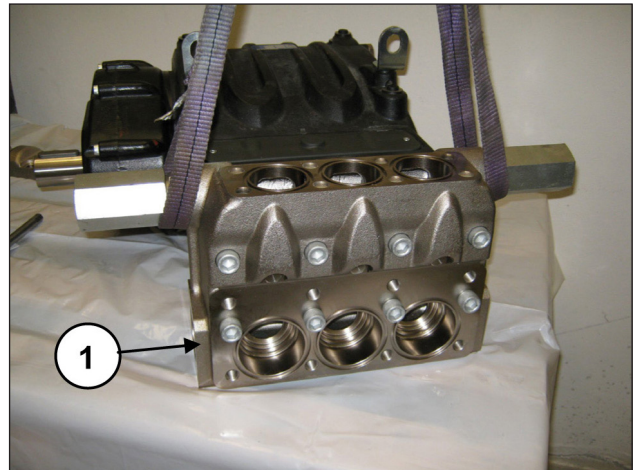
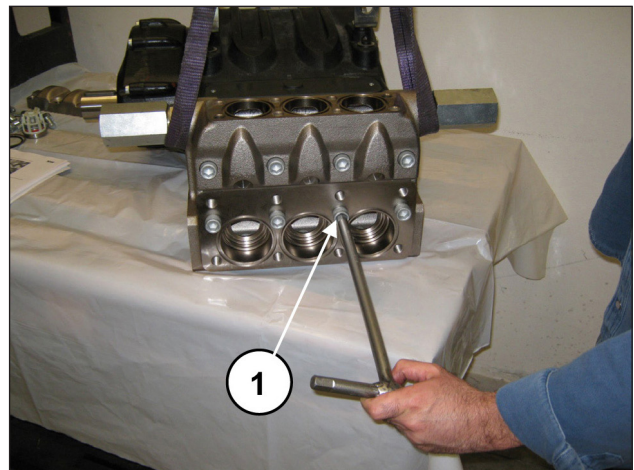

Abb. 168
Abb. 169
Bauen Sie den Kopf auf das Pumpengehäuse an (Pos. ①, Abb. 168) und achten Sie darauf, nicht gegen die Kolben zu stoßen. Ziehen Sie dann die 8 Schrauben M16x150 fest (Pos. ①, Abb. 169).